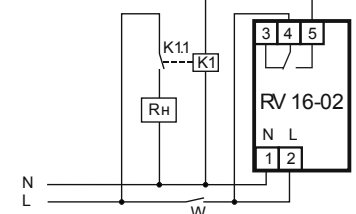

Рис. 3: схема подключения нагрузки мощностью более 2,2 кВт к устройству
- В случае, если мощность нагрузки более 2,2кВт, то нагрузка подключается к изделию через контактор соответствующей мощности и проводом соответствующего сечения (рис.3).